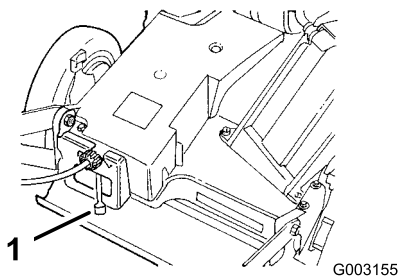

Figure 13
4. Placez le levier de changement de vitesses en position point mort (N) (Figure 13).
La tondeuse dispose de 3 vitesses de déplacement : 1 pour basse vitesse, 2 pour vitesse moyenne et 3 pour haute vitesse. La commande de vitesse de déplacement se trouve derrière le couvercle de courroie (Figure 13).